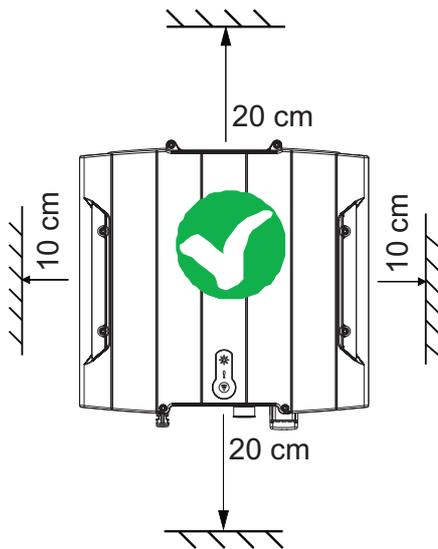

Figure 4-4
- Laisser au moins 20cm d'espace verticalement et 10 cm horizontalement entre le Soladin et tout autre objet (Figure 4-4)